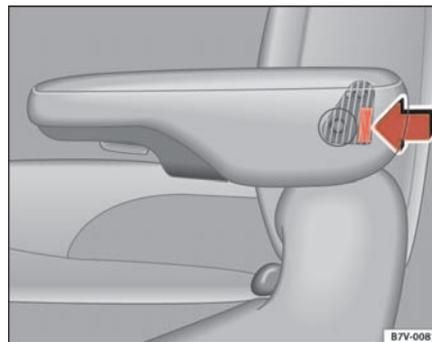

Abb. 95 Abnehmbare Armlehne: Taste
- Fassen Sie seitlich hinter die Armlehne und drücken Sie die Taste ⇒ Seite 134, Abb. 95 in Pfeilrichtung.